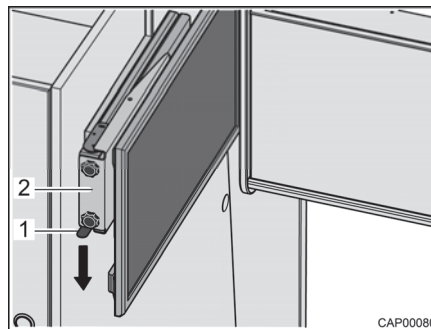

Bild 70 Auszug mit Flachbildschirm
- Rastfeder (Bild 70,1) nach unten drücken und Auszug (Bild 70,2) mit Flachbildschirm waagrecht in Richtung Fahrzeugmitte herausziehen.
- Auszug (Bild 70,2) mit Flachbildschirm waagrecht bis zum Anschlag hinschieben. Die Rastfeder (Bild 70,1) rastet hörbar ein.